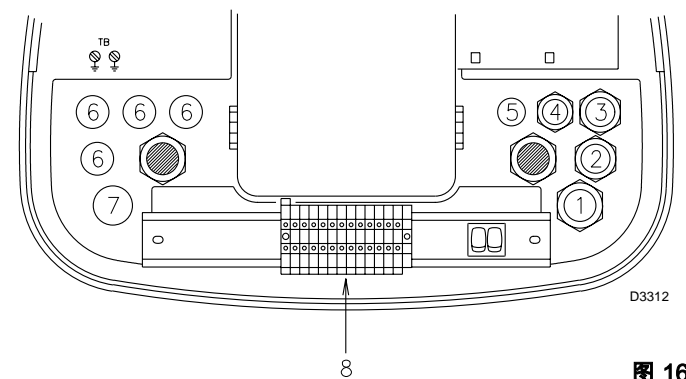

图 16
6.1.1 电气连接 (图 16)
所有连接到燃烧器插座 8) (图 16) 的电缆必须穿过导缆孔。